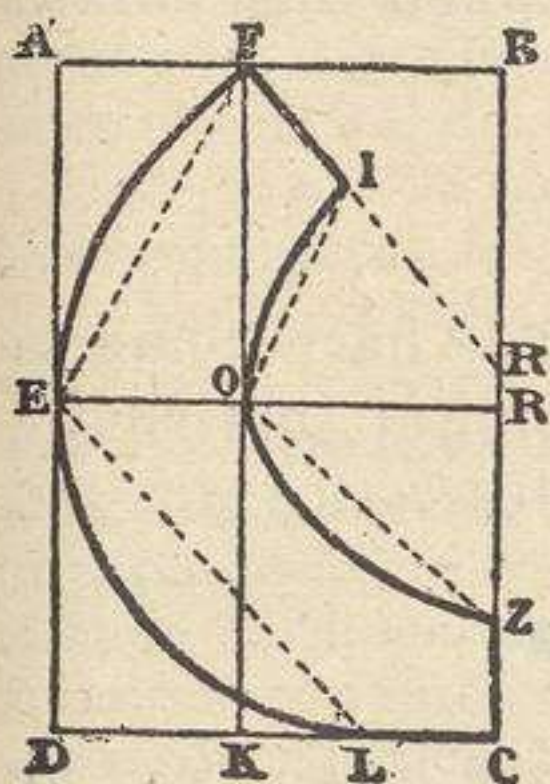

Fig. 117
**Rectángulo ABCD.**—Se traza un rectángulo ABCD (fig. 117) que tenga una de las tres dimensiones indicadas en el cuadro de la pág. 239.